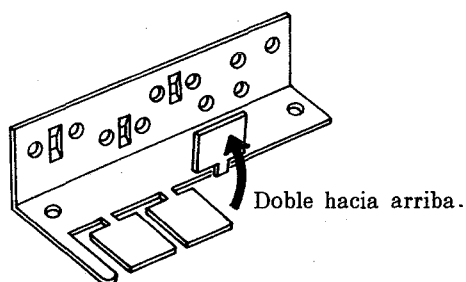

Figura 36
- (6) Doble hacia arriba la lengüeta de fijación del aliviador de esfuerzo del ángulo de soporte del cable como se muestra en la figura 36, y fije el ángulo a la placa de fijación de cables con tornillos.